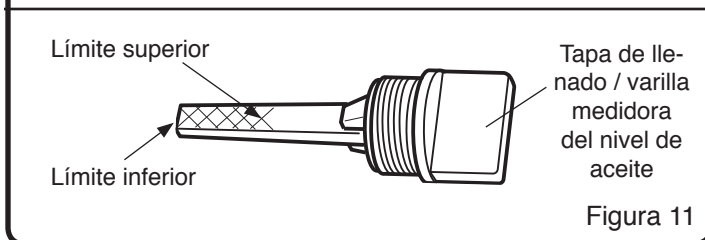

Figura 11
4. Al alcanzarse el nivel lleno de aceite, el aceite llegará al límite superior de la varilla medidora. Si el nivel de aceite está cerca del límite inferior o por debajo del mismo, se ha de agregar aceite. (Véase las Figura 11)